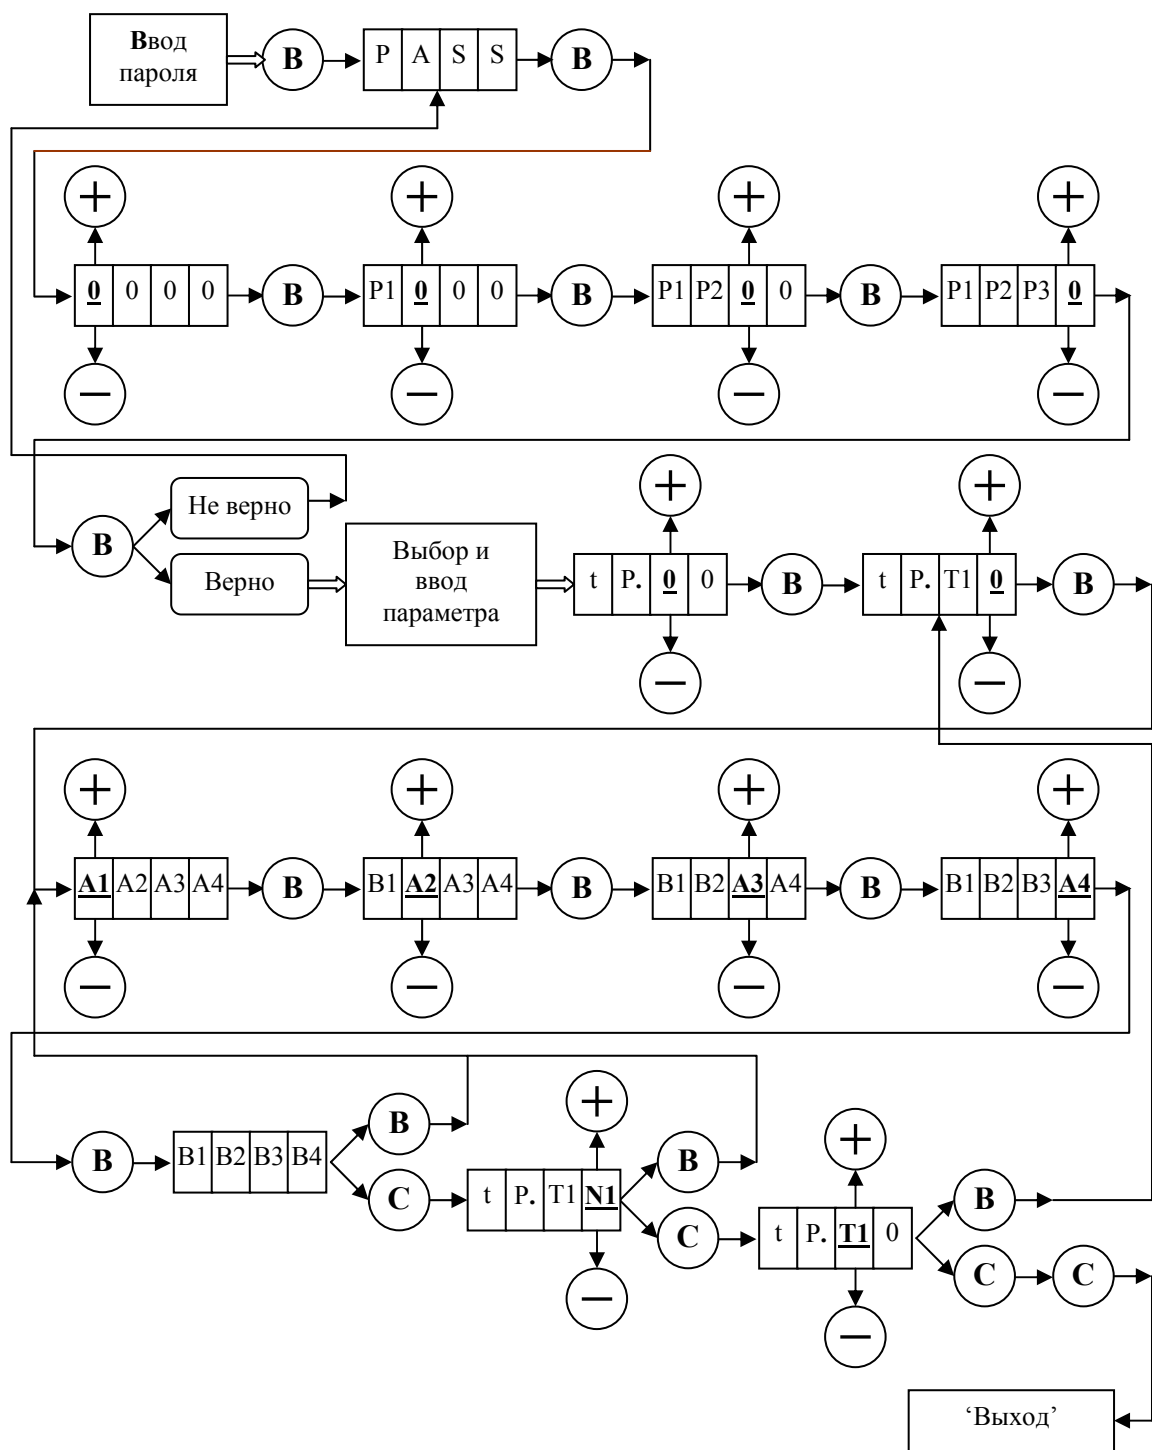

Рис. 7. Ввод параметров контроллера с помощью клавиатуры УСНА.
3.5.5.3. На **рис.7** изображена диаграмма ввода параметров с помощью клавиатуры, где кружки с соответствующими надписями обозначают кнопки клавиатуры, причем буква **В** обозначает **ВВОД**, а буква **С** – **СБРОС**.